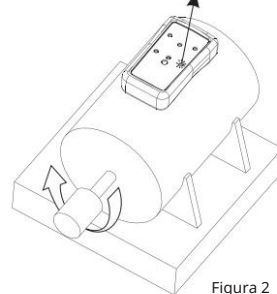

Figura 2
c. Apăsăți butonul „ON”, indicatorul de alimentare se aprinde și testul începe. „În sensul acelor de ceasornic” (R) sau „În sens invers acelor de ceasornic” Indicatorul de rotație (L) se aprinde, indicând faptul că motorul se rotește în sensul acelor de ceasornic sau în sensul invers acelor de ceasornic. Consultați Figura 2 pentru detalii.